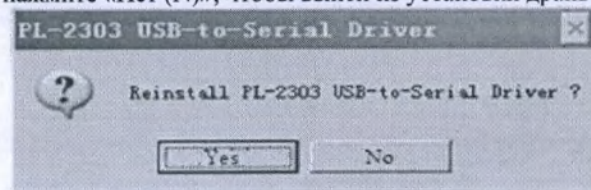
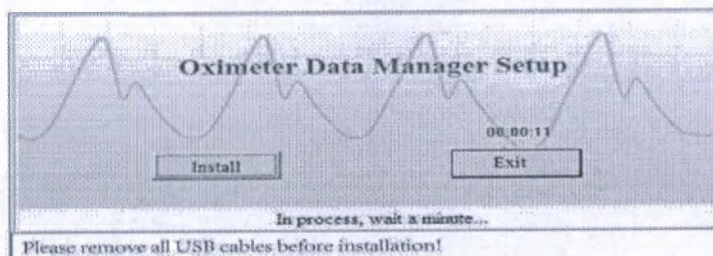

Рис. 10.3.12
Рис. 10.3.13
Пожалуйста, обратите внимание на следующие рисунки, чтобы сделать выбор, как показано на рис. 10.3.10 и рис. 10.3.10. Если установка завершена, появится рис. 10.3.12. После чего нажмите кнопку "OK".
Если этот драйвер USB уже установлен на этом компьютере, появится сообщение «Переустановить драйвер PL-2303 для перехода с USB порта на последовательный порт (Reinstall PL-2303 USB-to-Serial Driver), как показано на рис. 10.3.12. Если вам нужно переустановить, пожалуйста, нажмите «(Да) Y». После этого на экране появится рис. 10.3.13, затем сначала будет удален установленный драйвер, а затем установлен новый драйвер; если переустановка не требуется, нажмите «Нет (N)», чтобы выйти из установки драйвера USB.